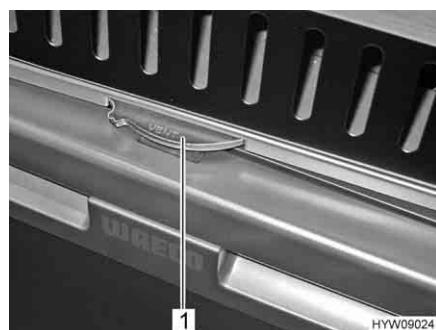

Fig. 86 Bloccaggio della porta del frigorifero
- Ruotare a destra ("Lock") la ruota di bloccaggio (Fig. 86,1) fino all'arresto. La posizione "Lock" resta impostata durante il funzionamento.
- Ruotare a sinistra ("Vent") la ruota di bloccaggio (Fig. 86,1) fino all'arresto.